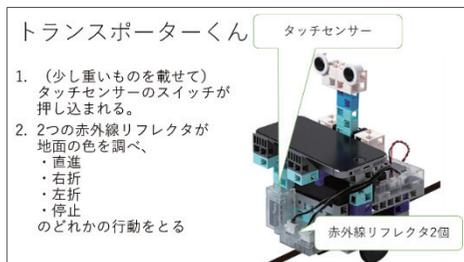

図1:「トランスポートーくん Ver. 1」
3. では、ArTeC Robo の「トランスポーターくん Ver.1」を生徒1人1人組み立ててもらった (図1)。Ver.1 は、